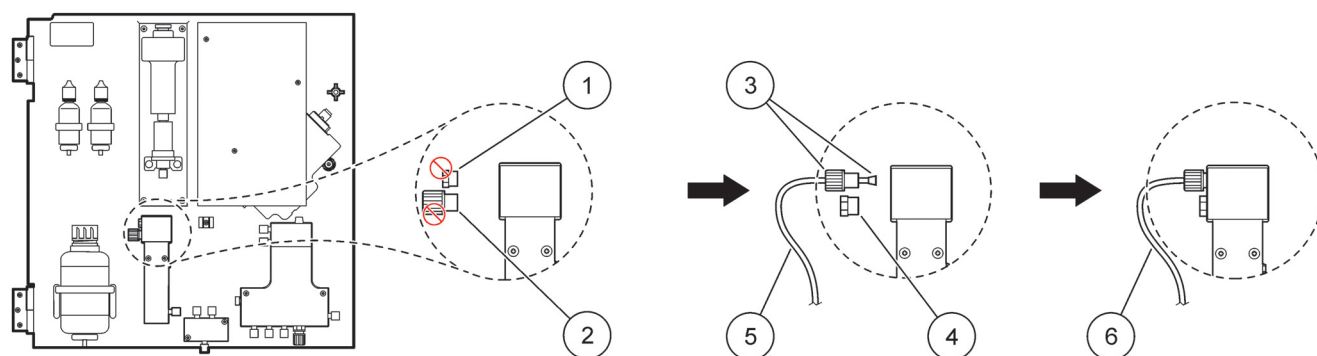

Figura 27 Configuração da opção com dois parâmetros
Consulte Figura 27 e as instruções a seguir para conectar uma configuração de dois parâmetros.
1. Remova o pequeno plugue rosqueado (item 1, Figura 27) do furo superior no receptáculo de transbordamento. Remova o adaptador grande (item 2,) do furo inferior no receptáculo de transbordamento. Descarte o plugue e o adaptador.
2. Deslize o pequeno adaptador (conector e virola, item 3) sobre o tubo (item 5). Corte o tubo rente à virola.
4. Feche o furo inferior com o plugue rosqueado grande e a arruela de vedação (item 4).